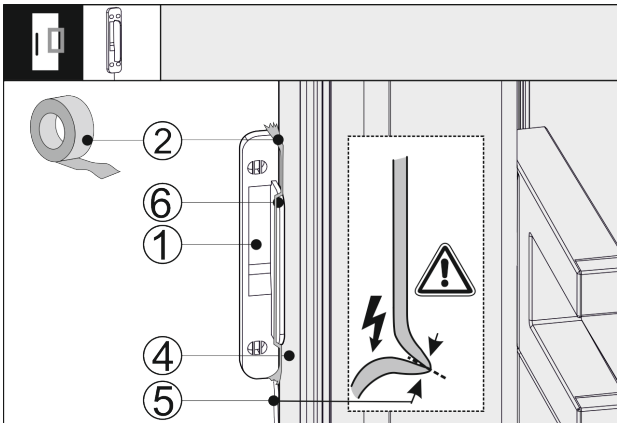

Fig. 42
- ▶ 将敲门传感器 Fig. 42 (1) 装在冰箱门 Fig. 42 (4) 的侧面，使止挡 Fig. 42 (6) 靠在冰箱门 Fig. 42 (4) 上。略微张紧传感器电缆 Fig. 42 (5)，也贴靠在冰箱门 Fig. 42 (4) 上。
- ▶ 将敲门传感器 Fig. 42 (1) 用胶带 Fig. 42 (2) 固定住。随后将敲门传感器拧到橱柜正面。